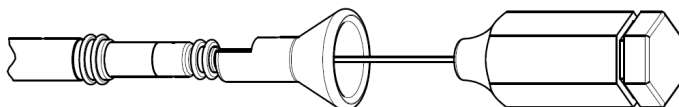

図3. スタイレットの挿入
3. 選択したスタイレットをコネクタピンから挿入する。スタイレットガイドを使用する場合はスタイレットガイドから挿入する("図3 スタイレットの挿入")。